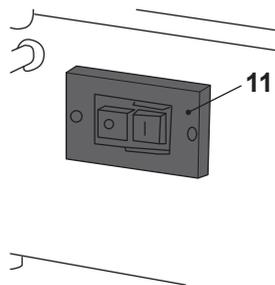

Fig. 11
1. Para iniciar a máquina, pressione o botão verde do interruptor de ligar/desligar (11) marcado com "I" e aguarde até que a lâmina tenha atingido a velocidade máxima (Fig. 11).
2. Para parar a máquina, pressione o botão vermelho do interruptor de ligar/desligar (11) marcado com "O".